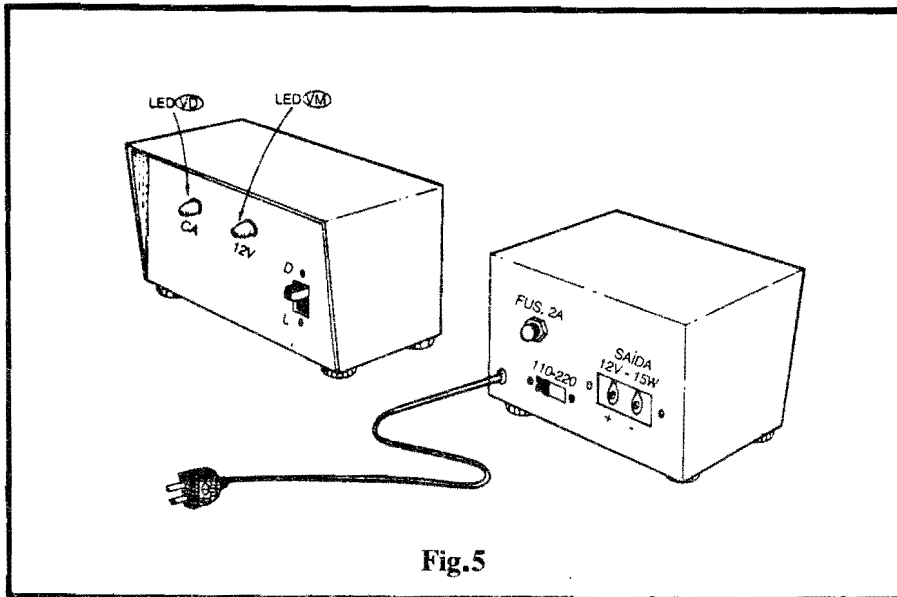

Fig. 5
- **FIG. 5 - CAIXA E ACABAMENTO...** - Existem duas opções básicas para o “encaixamento” do circuito do ILPES: ou com a bateria anexa ficando fora da caixa, ou com a tal bateria dentro do **container**... Obviamente que, dependendo da escolha feita para a acomodação da bateria, as dimensões da caixa deverão “acompanhar” os requisitos dimensionais... Em qualquer caso, para que o resultado fique profissional, recomendamos o uso de um **container** robusto, de preferência metálico (ou então com “paredes” de plástico grosso e forte...). A figura sugere o posicionamento da chave “liga-desliga” e LEDs indicadores (no painel frontal), e da chave de Tensão, suporte do fusível e conectores de Saída (estes no painel traseiro). Na base da caixa, é bom fixar-se quatro pés de borracha... No furo de passagem do cabo de força, um ilhós também de borracha, complementa o acabamento profissional... Também é bom demarcar com caracteres transferíveis ou decalcáveis, os controles, chaves, acessos e indicadores, para que tudo, visualmente falando, fique “nos conformes”...